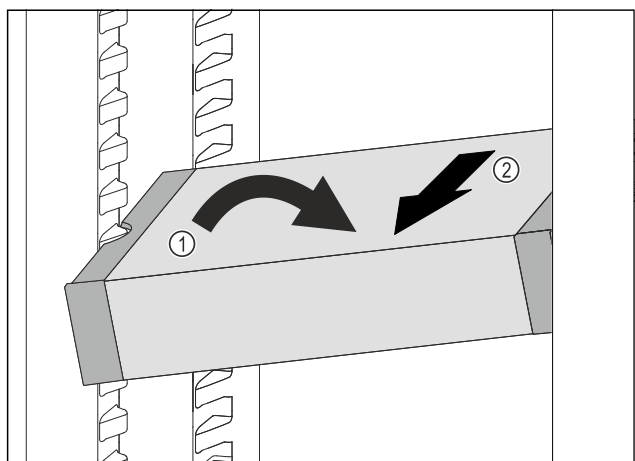

Fig. 143
- VarioSafe postavte v chladničce šikmo. Fig. 143 (1)
- VarioSafe odeberte směrem dopředu. Fig. 143 (2)